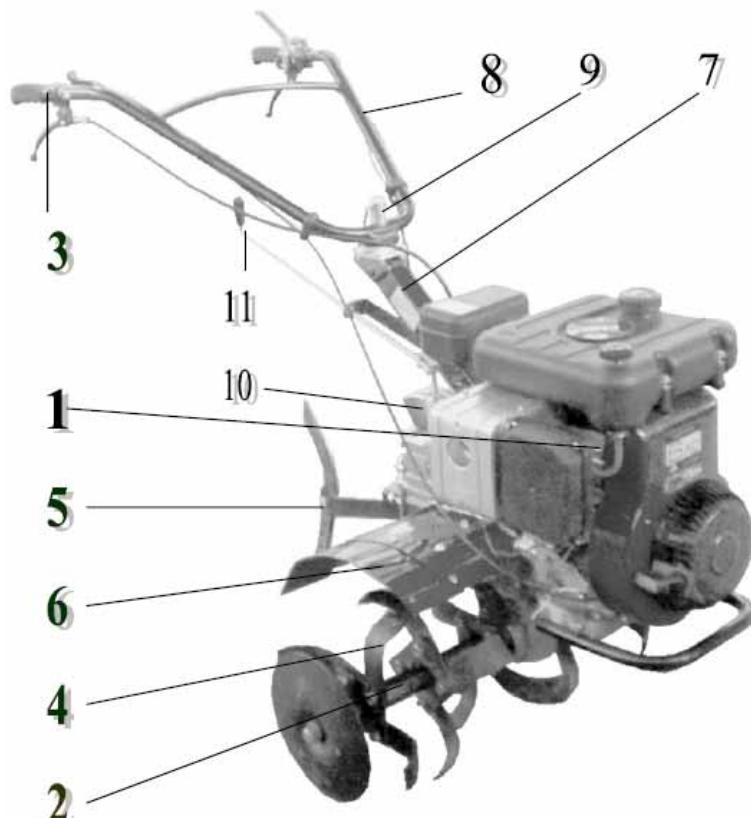

Рис. 1
- Установите на мотоблок кронштейн 5 сошника с сошником, отрегулируйте его положение. (см. Рис. 1)
- Установите тягу 11 рычага переключения передач в рабочее положение (см. Рис. 1).
- Внимание! Для исключения возможности одновременного включения двух передач категорически запрещается производить переключение скоростей при отсоединенности от рычага переключения передач тяге (Рис. 1). В этом случае рычаг должен быть зафиксирован в положении «Нейтраль».**